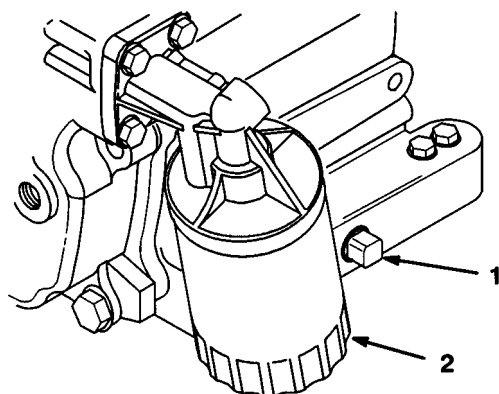

図 23
5. ドレンプラグ（図23）を外してオイルが抜けるのを待ち、プラグを元通りに取り付ける。
2. オイルフィルタ（図23）を外し、新しいフィルタのガスケットにオイルを薄く塗る。